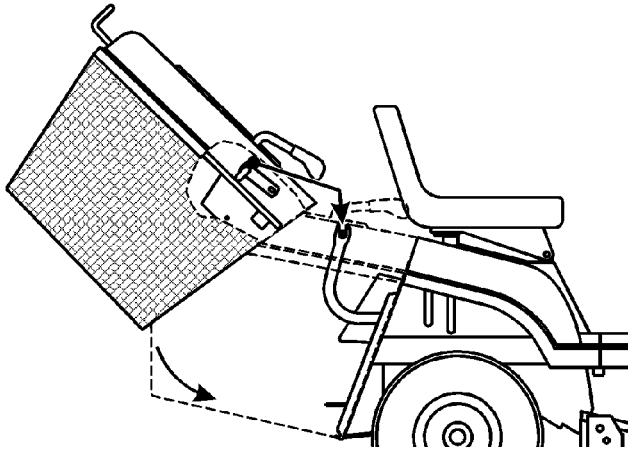

Abbildung 41
1. Den Graskorb mit beiden Händen nach vorne kippen (Abb. 41).
2. Den Korb um ca. 40 Grad nach vorne kippen und auf die beiden Halterungen hinten am Traktor schieben (Abb. 41). Darauf achten, dass der Pfeil oben am Graskorb auf den Pfeil am Traktor ausgerichtet ist.